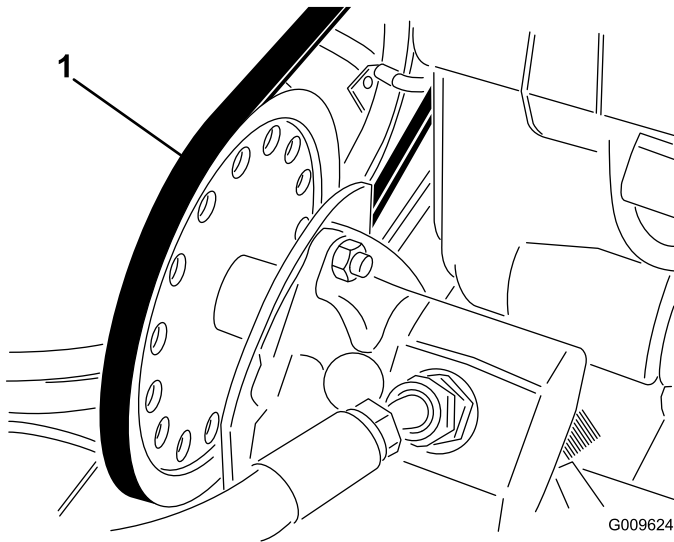

Figura 57
- A. Afloje las tuercas que sujetan la bomba hidráulica al bastidor del motor (Figura 57).